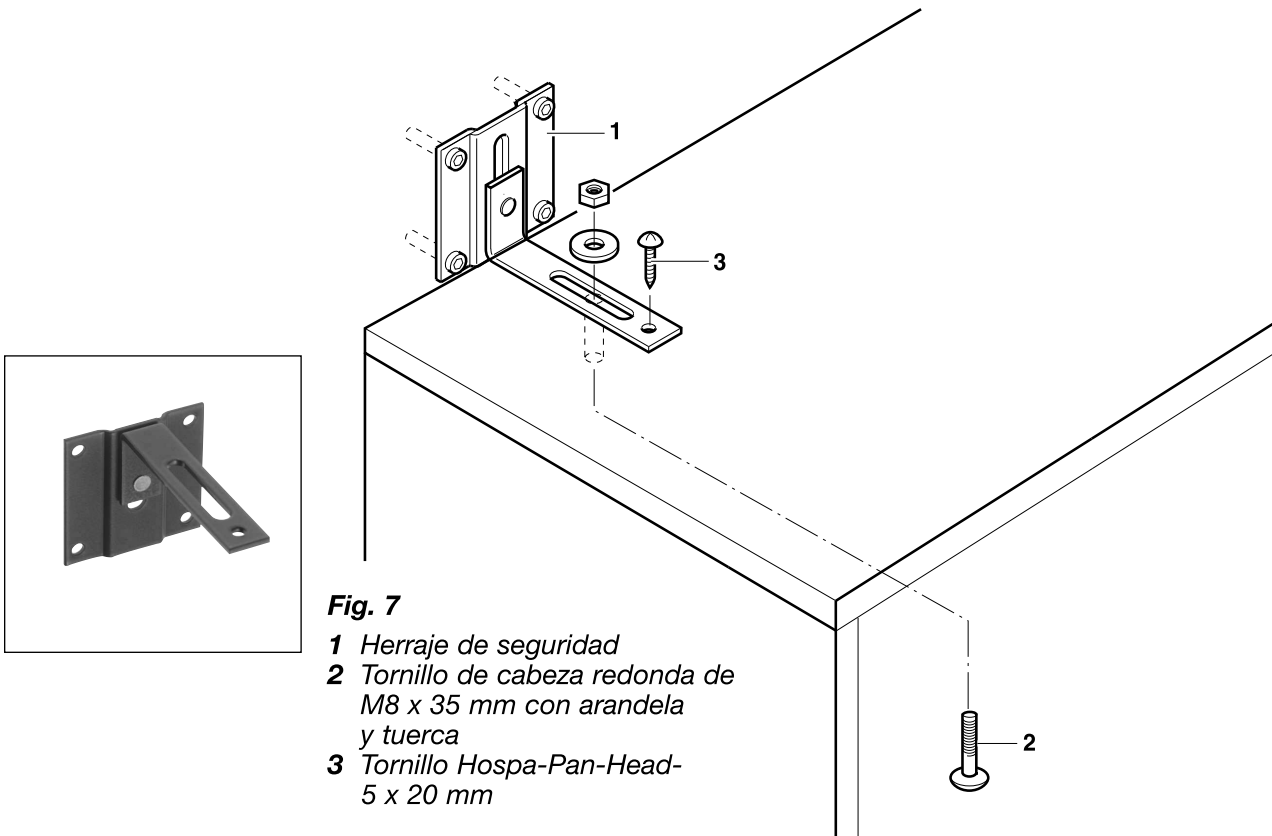

Fig. 7
- Fije a la pared los dos herrajes de seguridad **1** (véase la **fig. 7**), con cuatro tornillos cada uno. La fuerza de sujeción F_H debe ser como mínimo 400 N en cada uno de los herrajes. Este material de fijación no está incluido en el suministro.
- Atornille los herrajes de seguridad al cuerpo del armario, utilizando un tornillo de cabeza redonda **2** y un tornillo Hopsa **3** para cada uno, véase la **Fig. 7**.